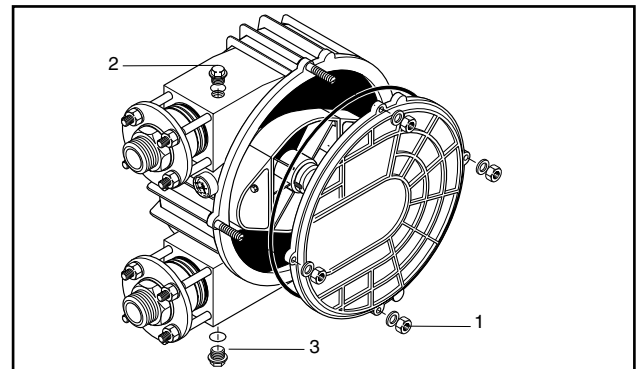

Abb. 27 Pumpenkopf
3. Verschlusschraube (Pos. 2, Fig. 27) herausdrehen, Verschlusskappe von Ölablassventil (Pos. 3, Fig. 27) abschrauben, Anschlußstück aufschrauben und Gleitflüssigkeit in ein Gefäß ablaufen lassen.
4. Pumpendeckel und O-Ring nach dem Abschrauben der 4 Deckelmutter (Pos. 1, Abb. 27) abnehmen und Rest-Gleitflüssigkeit aus dem Pumpengehäuse in das Auffanggefäß ablaufen lassen.